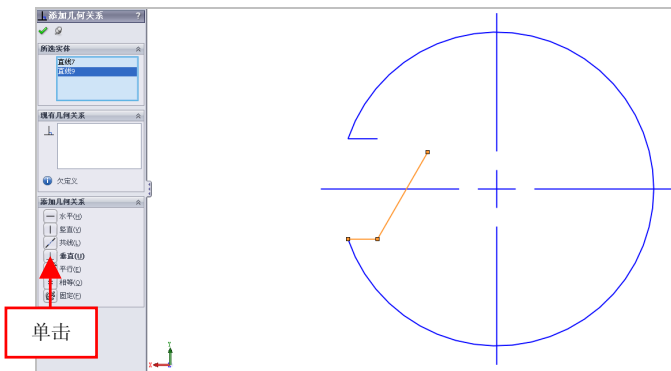

图 3-57 单击【垂直】按钮
(2) 进入草图编辑环境, 单击【草图】选项卡中【显示/删除几何关系】右侧的下拉按钮, 在弹出的下拉列表中, 单击【添加几何关系】按钮 , 弹出【添加几何关系】属性管理器, 在绘图区中, 依次两条合适的直线对象, 单击【垂直】按钮 , 如图 3-57 所示。